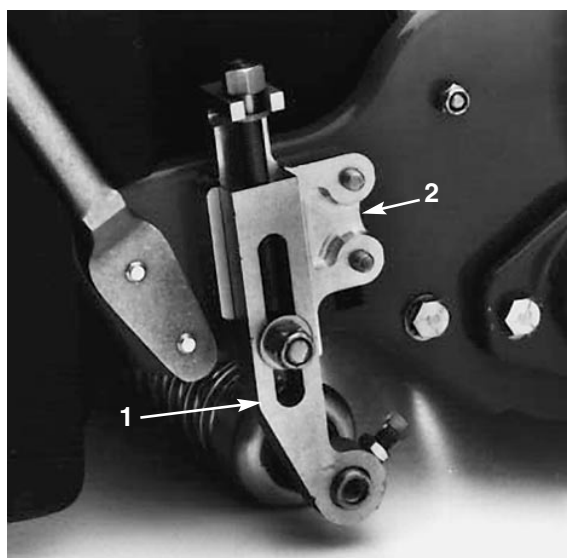

Fig. 6
2. Afloje las contratuercas que fijan los brazos de altura de corte a los soportes de altura de corte (Fig. 6).